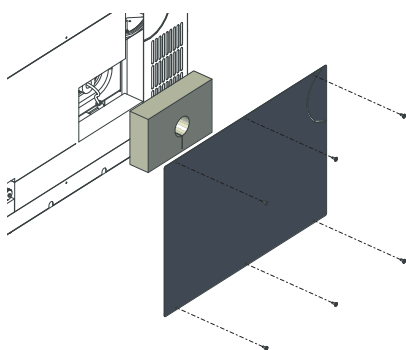

Fig. 57 Svitare la copertura del rivestimento, togliere l'isolamento
- ▶ Svitare la copertura del rivestimento della parete laterale destra (6 viti autofilettanti), togliere l'isolamento – Fig. 57.